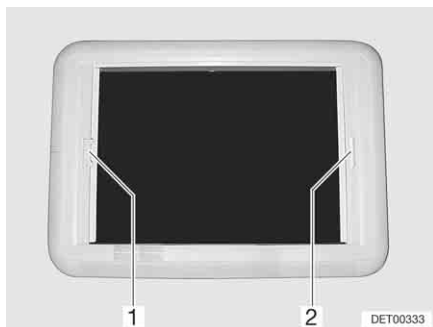

Fig. 70 Oblò Heki, bloccaggio tenda a rullo
*Chiusura:* ■ Tirare l'oscurante a rullo per la maniglia (Fig. 70,2) verso la maniglia contrapposta della zanzariera a rullo (Fig. 70,1) e farlo innestare.
■ Con l'altra mano premere il listello di sblocco in direzione dell'impugnatura tenendo l'impugnatura della zanzariera a rullo (Fig. 70,1). Il bloccaggio si sblocca.
*Chiusura:* ■ Tirare la zanzariera a rullo per la maniglia (Fig. 70,1) verso la maniglia contrapposta dell'oscurante a rullo (Fig. 70,2) e farla innestare.
- Tenere ferma la zanzariera a rullo (Fig. 70,1) con l'impugnatura e premere il listello di sblocco in direzione dell'impugnatura. Il bloccaggio si sblocca.